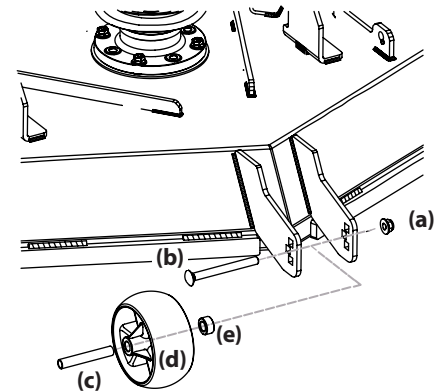

Figure 15
6. Retirez l'écrou autobloquant (a) qui sert à retenir la roue antidégazonnement avant (b) au plateau de coupe. Enlevez la vis à épaulement (b), l'entretoise (c) et la bague (e) pour retirer la roue (d). Voir Figure 15.